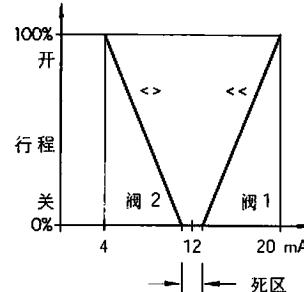

图13·分程操作
**在正常情况下, 参考变量的量程为 100% = 16mA。**只有当分程操作 (图13) 时, 才使用小量程, 比如  $50\% = 8mA$ 。当更换量程弹簧时 (4.4 节), 参考变量的量程也随之改变。当在定位器上进行调整时, 行程必须与输入信号相匹配或恰好相反。比如对于4至20mA的输入信号, 行程必须覆盖全量程 (0 至 100%)。起点值为 4mA, 相应的终点值为 20mA。
在分程操作中, 用于控制两个调节阀的控制器输出信号按照如下方式进行划分: 在相应的输入信号区间内每个阀门通过其全行程 (比如, 第一个调节阀被调整到4至12mA, 另一个调节阀被调整到12至20mA)。为了避免交叠现象发生, 应考虑使用如图13所示的  $\pm 0.5mA$  的死区。